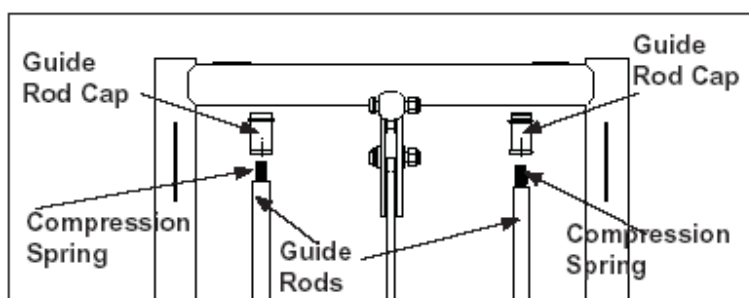

Figura 2
E. Solte lentamente a pressão da tampa da haste guia. Veja Figura 2. **NOTA:** A tampa da haste guia contém uma mola de compressão que saltará se a pressão não for liberada lentamente